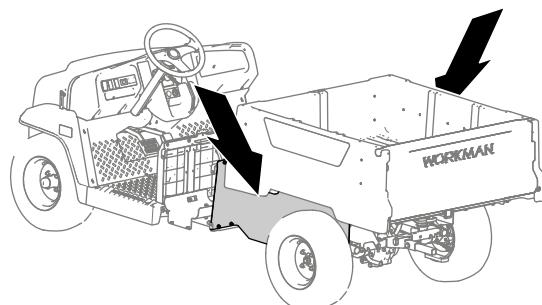

**Рисунок 11**
Torx (M6,0 x 22 мм), которые крепят правую боковую панель, и снимите эту панель (Рисунок 11).
**Примечание:** Аккумуляторная батарея снимается вместе с правой боковой панелью, как показано на Рисунок 11.